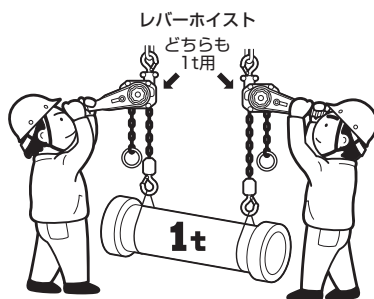
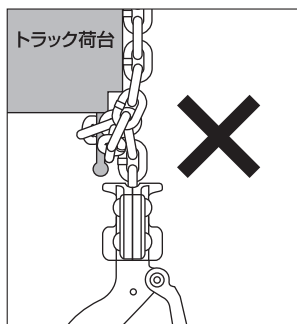

図11
図12
③4 共づりする場合は、それぞれの1台のレバーホイスで、その荷をつれる定格荷重のものを使用してください。図11
③5 ロードチェーンに油が付いているか確認してください。
③6 トラックのロープフック部に直接ロードチェーンを掛けしないでください。図12